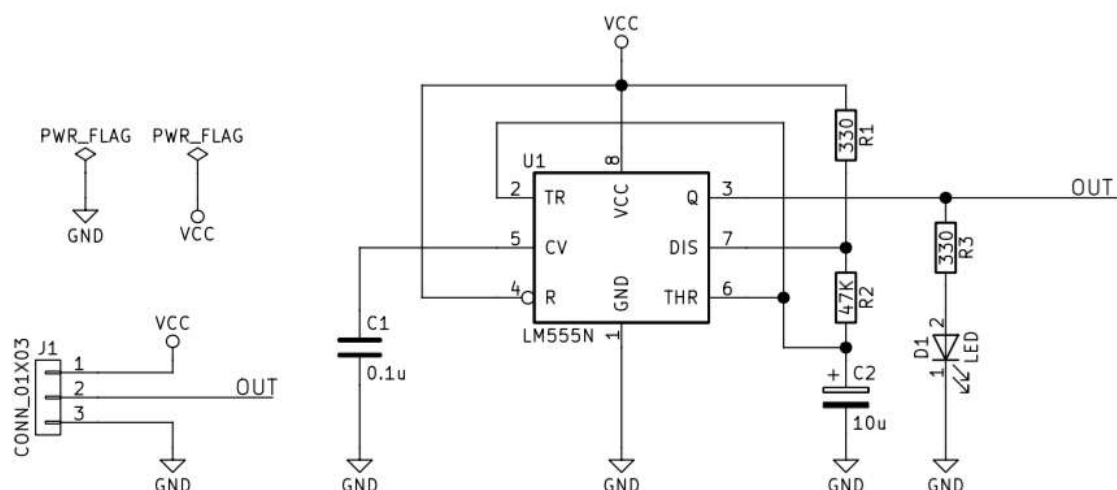

図 E-1
- ① 図 E-1 の演習回路について新規プロジェクトを起こして基板設計をしてください。
- ② 使用するコンポーネント，フットプリントは表 E-1 のとおりです。
- ③ 基板のサイズができるだけ小さくなるように配置配線を工夫してください。
- ④ 100mm×100mm 以下に収まるように面付けしてください。
- ⑤ 面付け基板のガーバーデータ，ドリルデータを出力してください。
- ⑥ ガーバーデータ，ドリルデータが正しく出力されているか確認してください。
- ① 図 E-1 の演習回路を表面実装部品を用いて基板設計してください。
- ② 使用する部品コンポーネントは自分で決めてください。